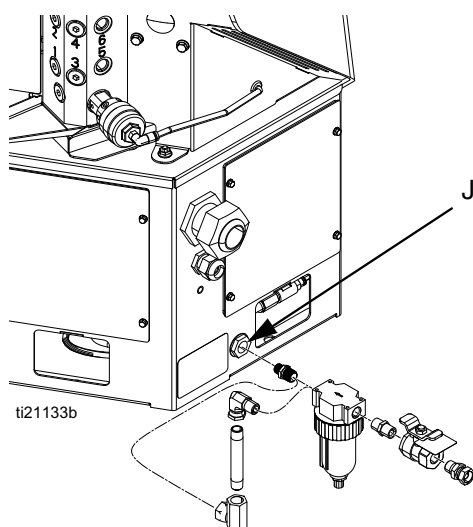

FIG. 10
- Instale la válvula de bola que se suministra para purga en la entrada de aire y el kit del filtro de aire (n.º de pieza Graco 24R707) en la entrada de aire (J) del sistema (conexión hembra 1/4 NPT). Consulte la FIG. 10.